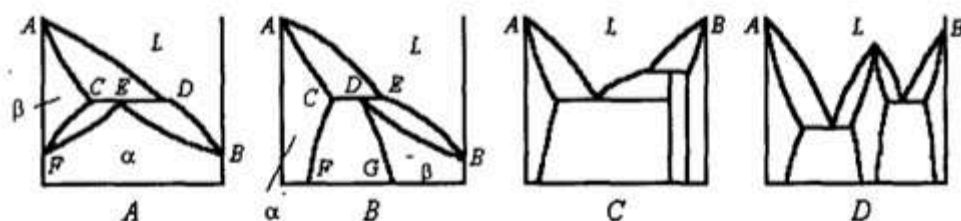

Рис. 33
**№ 67. В какой из диаграмм (рис. 33) имеется неустойчивое химическое соединение?**